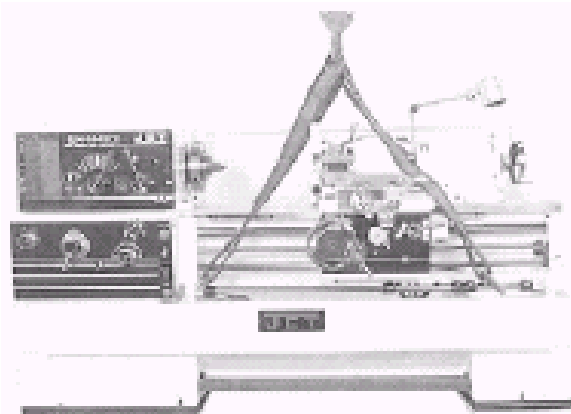

Рис.3
Вставьте 2 достаточно толстых стальных прутка в 2 отверстия станины станка (А, Рис.3).
Рис.3а
**ВНИМАНИЕ:** В транспортном положении продольный суппорт станка зафиксирован винтом! При подготовке станка к работе необходимо отвернуть фиксирующий винт (Рис.3а), во избежание повреждения шестерен.